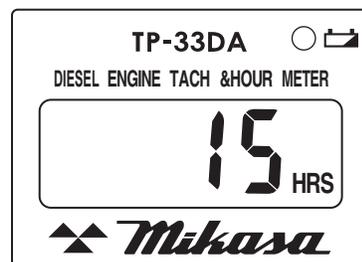

Figure 15. Horomètre/tachymètre (temps cumulé)
4. Lorsque le moteur est à l'arrêt, l'horomètre/tachymètre indique toujours « temps cumulé » (Figure 15).